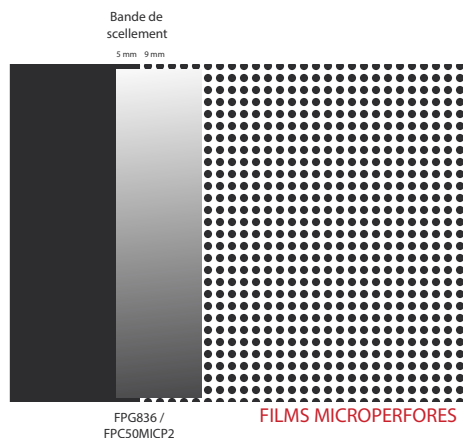

Figure 30
- › Coller la bandelette en la superposant sur 5 mm de vitre et le reste sur le film microperforé. (FIG. 30)